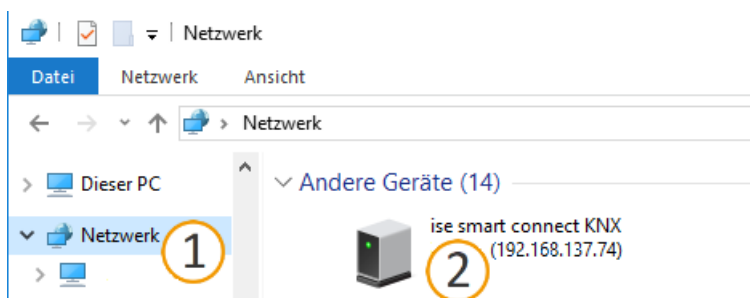

Abbildung 16: Aufruf der Gerätewebseite über Netzwerkumgebung
- Alternativ wählen Sie das Gerät in der Netzwerkumgebung in der Kategorie <<Andere Geräte>> (siehe Abbildung 16, Pos. 1): Doppelklicken Sie auf das Icon des Geräts (siehe Abbildung 16, Pos. 2).